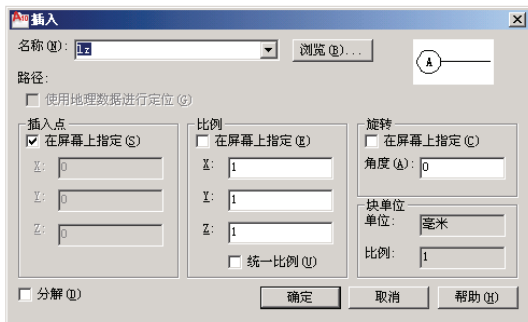

图 7-28 “插入”对话框
(12) 单击菜单“插入→块”，进入“插入”对话框，如图 7-28 所示。